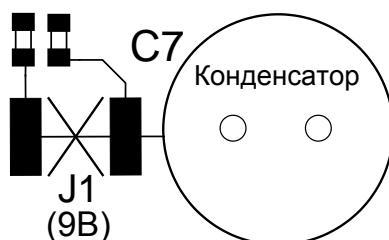

Рисунок 1
2.2.7.1 Для установки выходного напряжения 9 В необходимо перерезать на плате печатный проводник перемычки «J1» (как показано на рис. 1).
2.2.7.2 Для последующего восстановления выходного напряжения на 12 В необходимо соединить контактные площадки перемычки «J1» (см. рис.1).